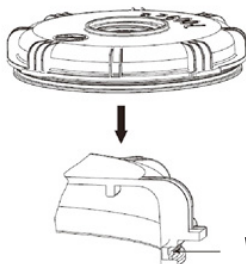

RYS. 1
3. Weź wąż wlotowy oraz wylotowy (7, 8) i wyjmij cztery klamry węża (9) z woreczka z częściami. Poluzuj zaciski klamer węża i wsuń je na oba końce każdego węża. Umieść jeden wąż we wlocie obudowy filtra, a drugi w jego wylocie. Dokręć obie klamry węży (9) do obudowy filtra. Zob. **Rys. 1, 3 i 4**.
4. Zamontuj sitko z łącznikiem (11, 12) do wyjścia ściany basenu. Podłącz wąż ssący z obudowy filtra do łącznika basenu. Dokręć klamrę węża. Zob. **Rys. 1, 3 i 4**.
5. Zamontuj prostownik prądu z łącznikiem (11, 13) na ścianie basenu. Podłącz wąż wylotowy obudowy filtra do łącznika wlotowego basenu. Dokręć klamrę węża. Rozpocznij napełnianie basenu wodą. Zob. **Rys. 1, 3 i 4**.